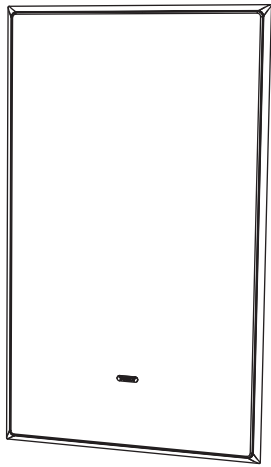

Fig. 5. Griglia installata
1. Premere la griglia nel telaio, dove sarà tenuta in posizione da magneti (Fig.5).